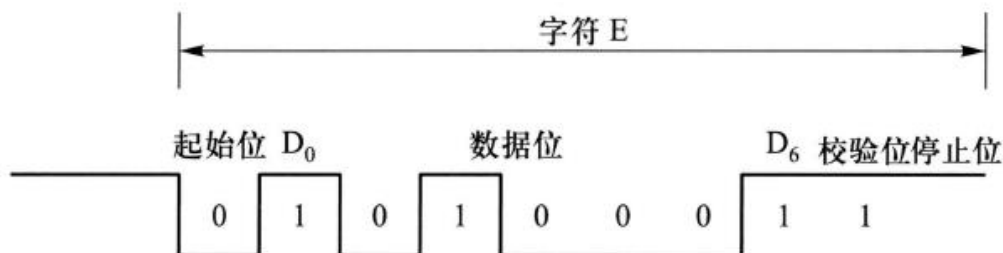

图 8-3-4 传输字符 E 的波形图
(4) 传输字符“E”的波形图如图 8-3-4 所示,其中 E 的 ASCII 码为 45H,校验位为 1。